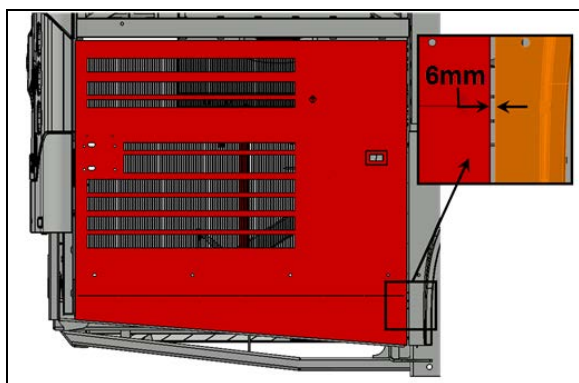

FIGURE 116:
7. Vérifier le jeu entre la porte et l'aile arrière au niveau du bras inférieur de la porte. Le jeu devait être 1/4" (6 mm) (Figure 116:).